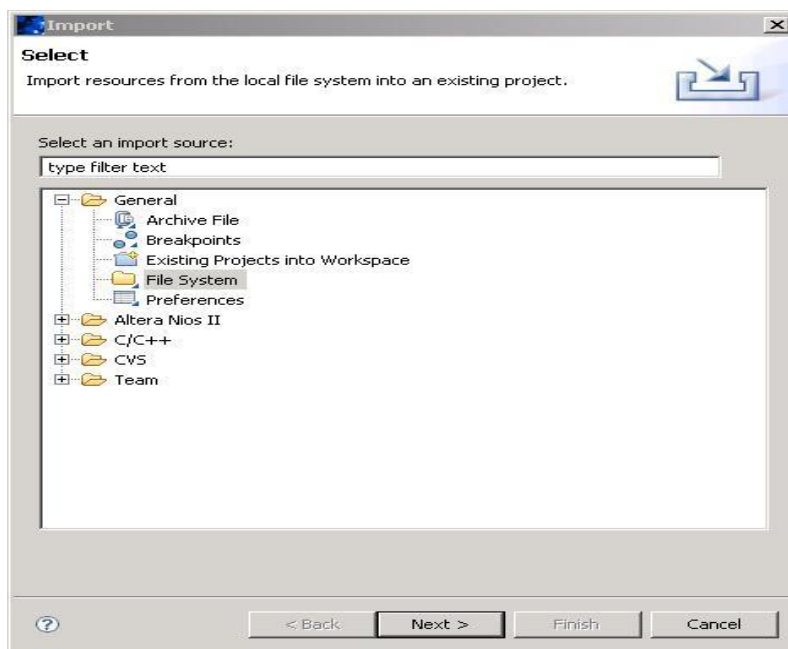

Figura C32 Importar Archivos
7. Dar click derecho en la carpeta nombre_del_proyecto, luego click en Import..., en la ventana import seleccionar General/File System, luego next, Figura C32